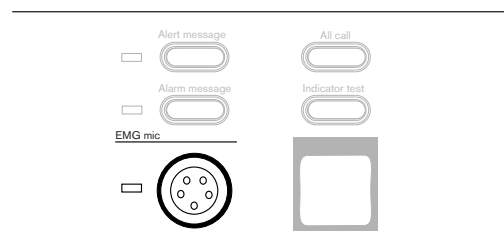

Bild 7.14 Anzeige für das Notfallmikrofon
- leuchtet die rote Anzeige „EMG mic“ (Notfallmikrofon) (siehe *Bild 7.14*).